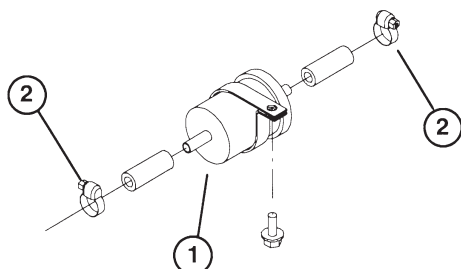

図 47
3. ホースを止めているクランプ (図47) を外し、フィルタを取り出す。